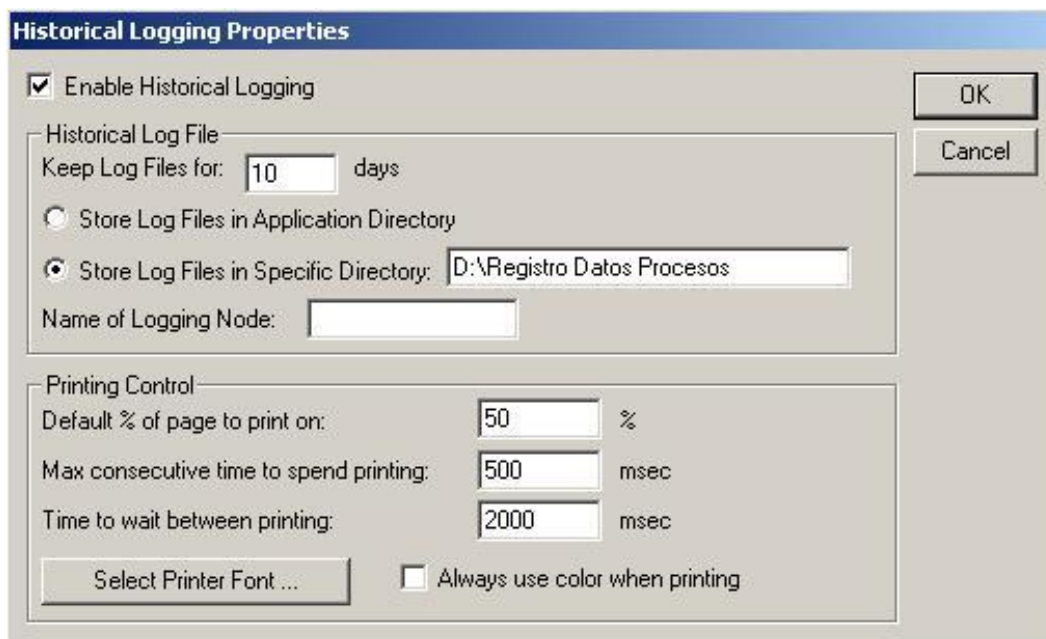

Figura 25. Cuadro de diálogo Historical Logging Properties
1. En InTouch WindowMaker, en el menú **Special**, se da clic en **Configure/Historical Logging**. El cuadro de diálogo **Historical Logging Properties** (Configuración del Registro Histórico) aparece, Figura 25. A continuación se describen los campos de configuración de este cuadro de diálogo.